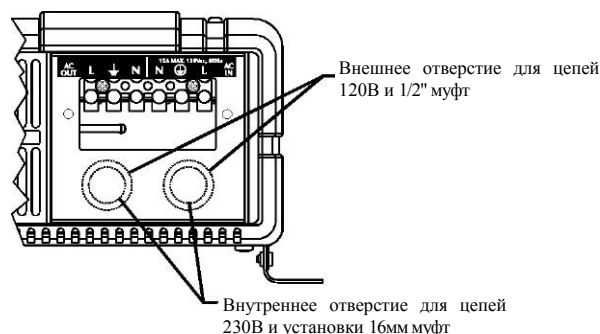

Рисунок 3 Клеммы для подключения цепей переменного тока (Модели для стационарного подключения)
2. Удалите заглушки на крышке клеммного отсека, чтобы получить отверстия для установки проходных втулок (см. Рисунок 3).